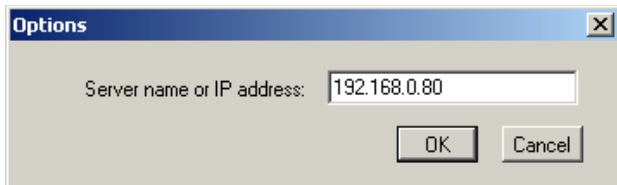

Abbildung 57.3: Options Fenster
- 1 Klicken Sie auf *File > Options*. Es wird ein Bildschirm angezeigt, der Abbildung 57.3 ähnelt.